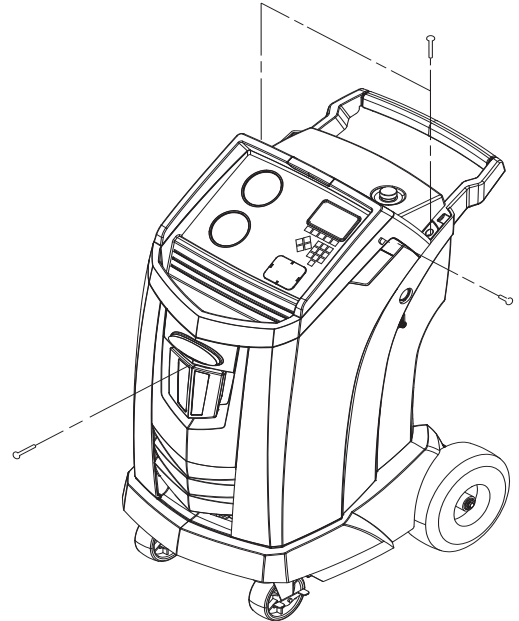

Figura 7
Apague la máquina. Retire la botella de aceite. Retire los cuatro tornillos que sujetan la cubierta. Consulte Figura 7.
6. Instale el nuevo filtro enroscándolo hacia la derecha. Verifique que el filtro esté colocado correctamente, como se muestra en la Figura 7. Apriete el filtro a 20 Nm.
3. Quite los tornillos que sujetan la cubierta. Vea la Figura 7.